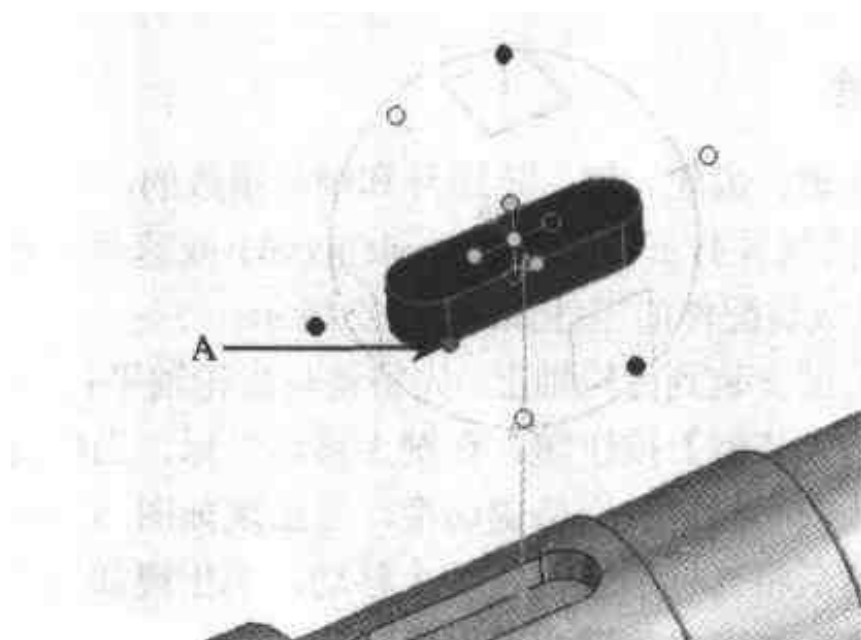

图 3.106 重新定位三维球
- (5) 打开【三维球】，按空格键后三维球颜色变白，可以单独移动三维球，右击中心手柄，选择【到点】命令。
- (6) 单击如图 3.106 所示键的角点(A)。